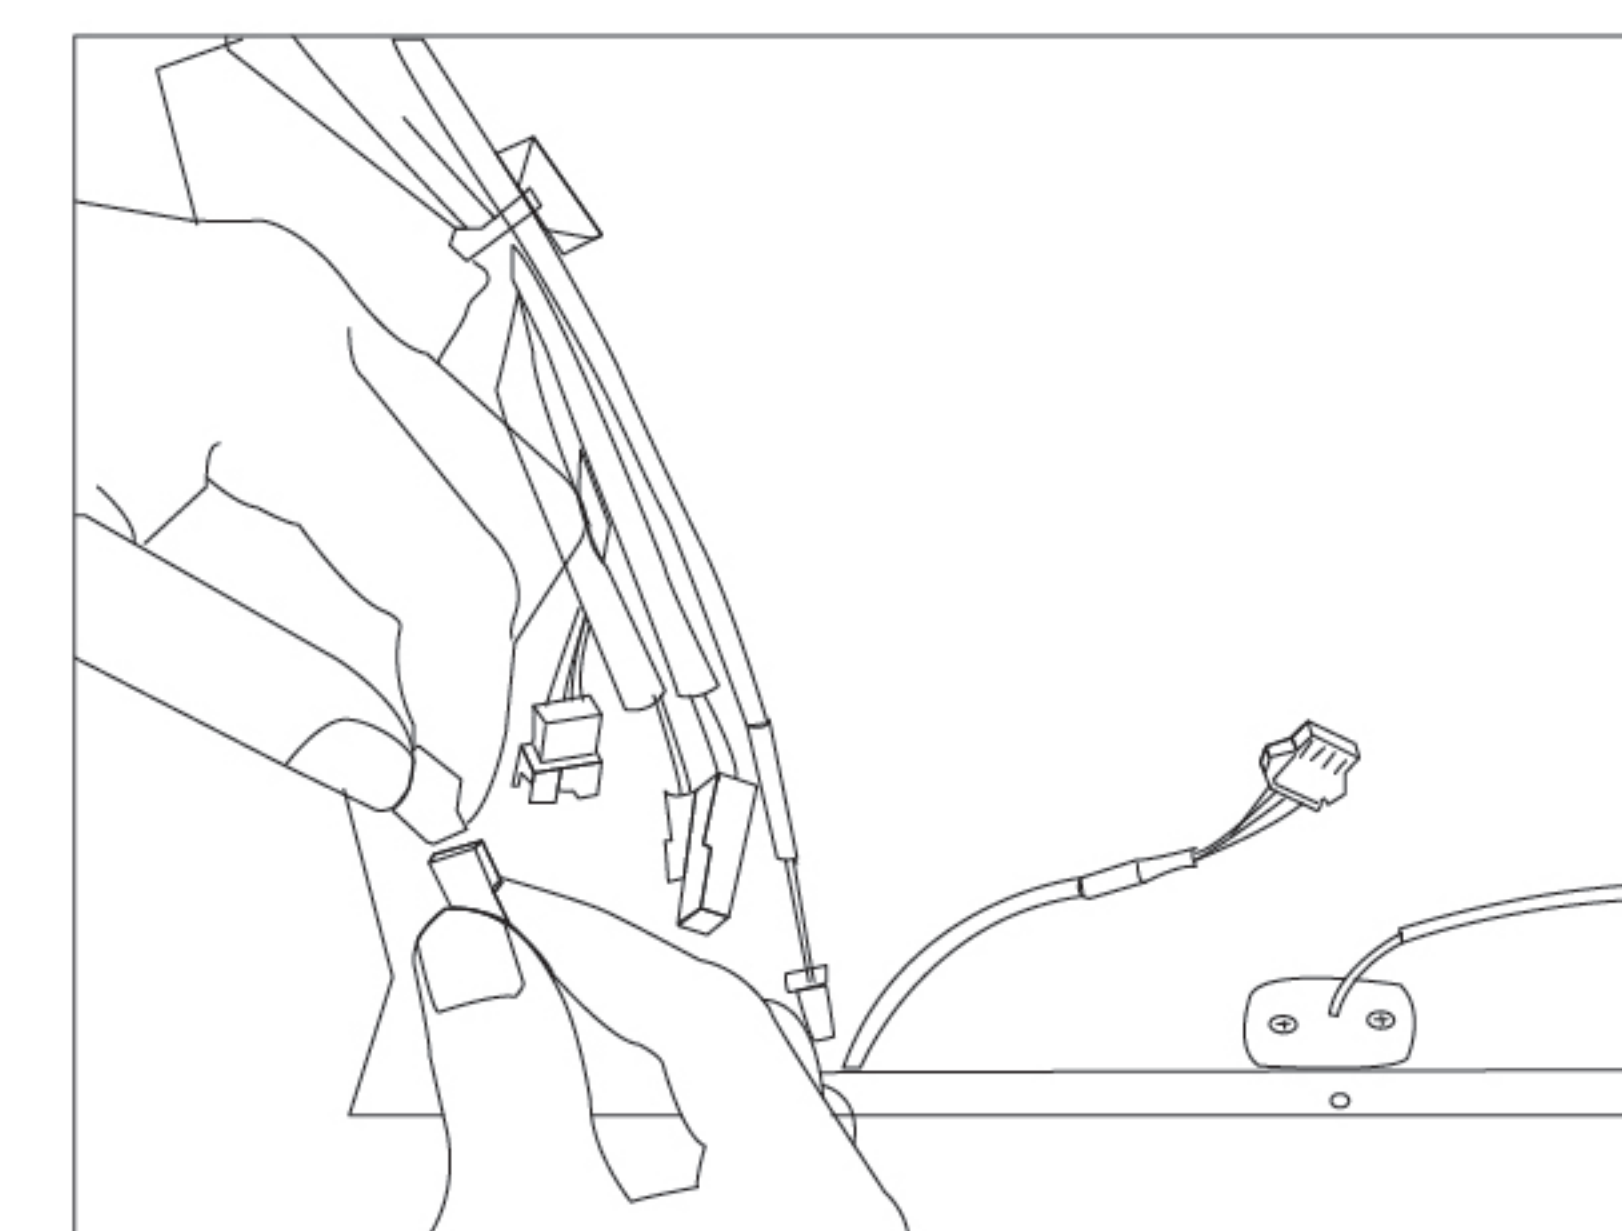

图17
7. 连接开关和推杆式接头（只接白色接头，红色接头暂时断开）（如图17所示）。